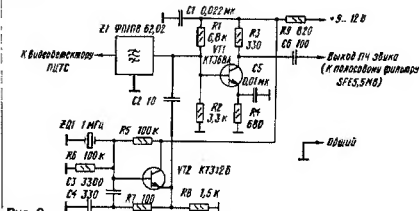

Рис. 2
При самостоятельном изготовлении конвертера сигналов ПЧ звука можно ориентироваться на принципиальную схему, представленную на рис. 2. Сигнал несущей звука с выхода видеодетектора через полосовый фильтр Z1 поступает на преобразователь частоты, выполненный на транзисторе VT1. Гетеродин на транзисторе VT2 вырабатывает стабилизированные кварцем ZQ1 колебания частотой 1 МГц. Сигнал разностной частоты ( $f_{\text{разн}} - f_1 = f_{\text{зв}} - f_{\text{зв.сб}}$ ) приходит на штатный полосовый пьезофильтр канала звука. Аналогичный конвертер применен в блоке радиоканала (IF) видеомагнитофонов VHR-5100EE фирмы SANYO.